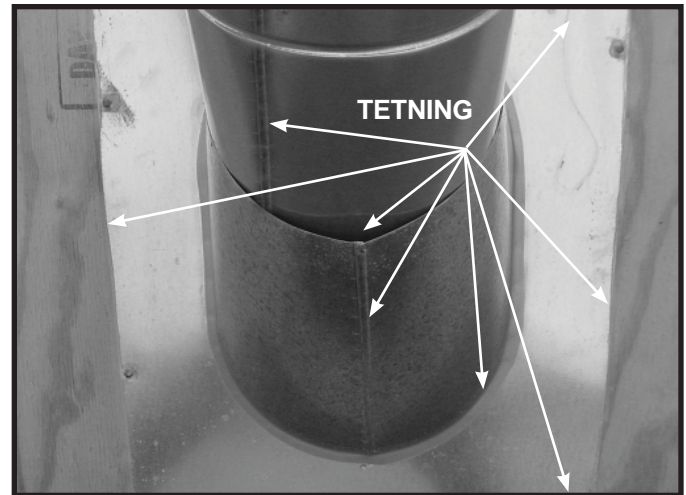

Fig. 10.12
- Gli tak-flashingen over rørseksjonene strukket gjennom taket som vist i Fig. 10.12.
- Tett omkring flashingen hvor den er i kontakt med takoverflaten. Se Fig. 10.12.